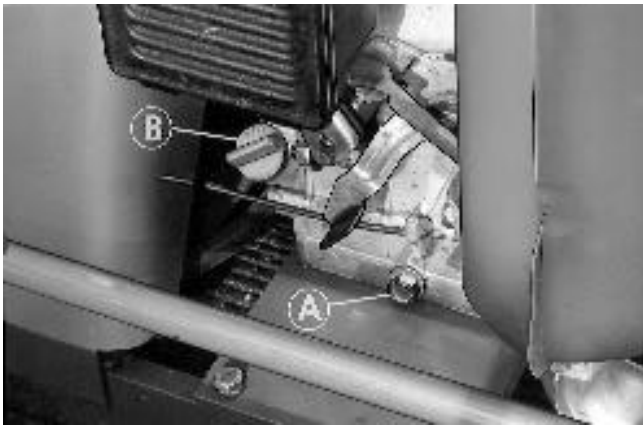

Fig. 15
(Abb. 15)
- Motor warmlaufen lassen, dann Ablassschraube (A) ausschrauben und das gesamte Öl aus dem Sumpf ablassen. Schraube reinigen und wieder einsetzen.
- Frisches Öl wie empfohlen durch die Einfüllöffnung (B Abb. 15) bis zur korrekten Höhe einfüllen. Inhalt: 0,9 l.
- Nach dem Einfüllen Einfüllschraube (B) wieder einschrauben.